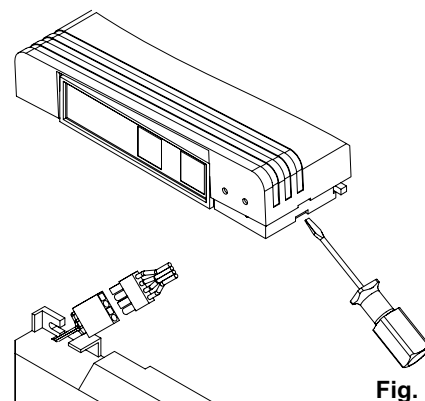

Fig. 1
- 1: rimuovere il coperchio plastico facendo pressione con un cacciavite e sollevandolo verso l'esterno (vedi Fig. 1)